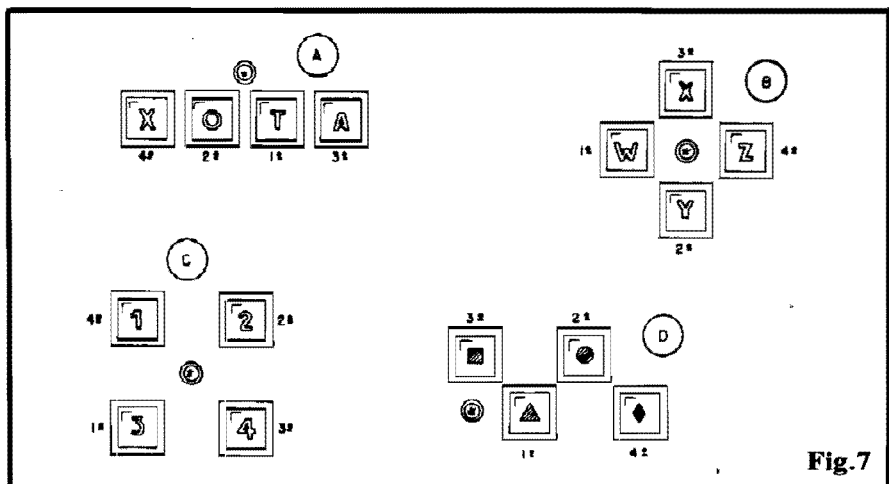

Fig. 7
- FIG. 7 - "BAGUNÇANDO O CORETO" - Antes de qualquer "papo" sobre os exemplos/sugestões da figura, lembramos que os ordinais grafados externamente às teclas (1º, 2º, 3º, 4º...) referem-se sempre à **ORDEM** real em que as ditas teclas deveriam ser acionadas para liberar o funcionamento do veículo... Essas sequências sugeridas, obviamente, seriam de conhecimento apenas do usuário autorizado. Já os caracteres, letras, números, símbolos, "palavras", etc., grafados nas próprias teclas, constituem óbvio "embaralhamento" destinado a confundir mais e mais a um eventual intruso que tente decifrar o código... Notem de quantas (e não são todas...) maneiras as teclas podem ser fisicamente dispostas no painel de digitação! Em "linha", em "cruz", em "quadrado", em "zigue-zague", etc... Quanto ao que "está escrito" nas teclas, Vocês podem dar largas à imaginação: formar palavrinhas (obviamente de 4 letras...), aplicar algarismos, símbolos esotéricos, etc... O fundamental é que tais marcações absolutamente **nada** querem dizer (mas o intruso não sabe disso...), valendo apenas a **ordem** real do acionamento, que **só Você** sabe! De qualquer modo, considerar todas as opções mostradas como simples **sugestões** (cada um pode inventar à vontade...). Observem ainda que não é impossível "complicar" ainda mais as coisas para o intruso, simplesmente acrescentando ao painel quantos outros **push-buttons** "falsos" (sem ligação ou